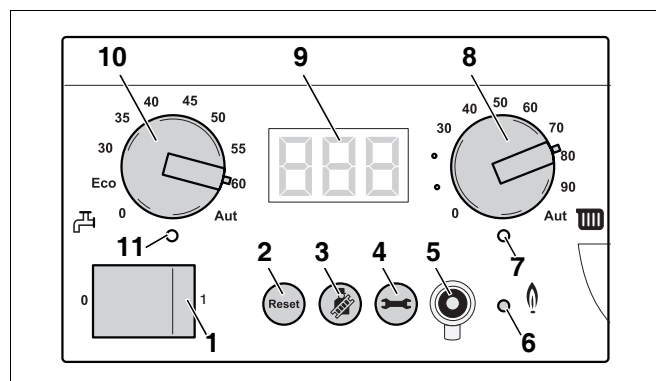

Fig. 123 Basiscontroller BC10
- Tænd for varmeanlægget på panelafbryderen på Basiscontroller BC10 (fig. 123, pos. 1).